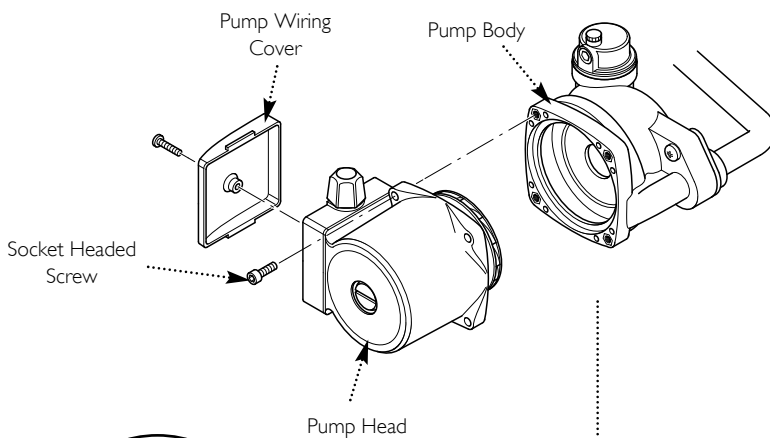

Fig. 85
14.12 Pump - Head Only (Fig. 85)